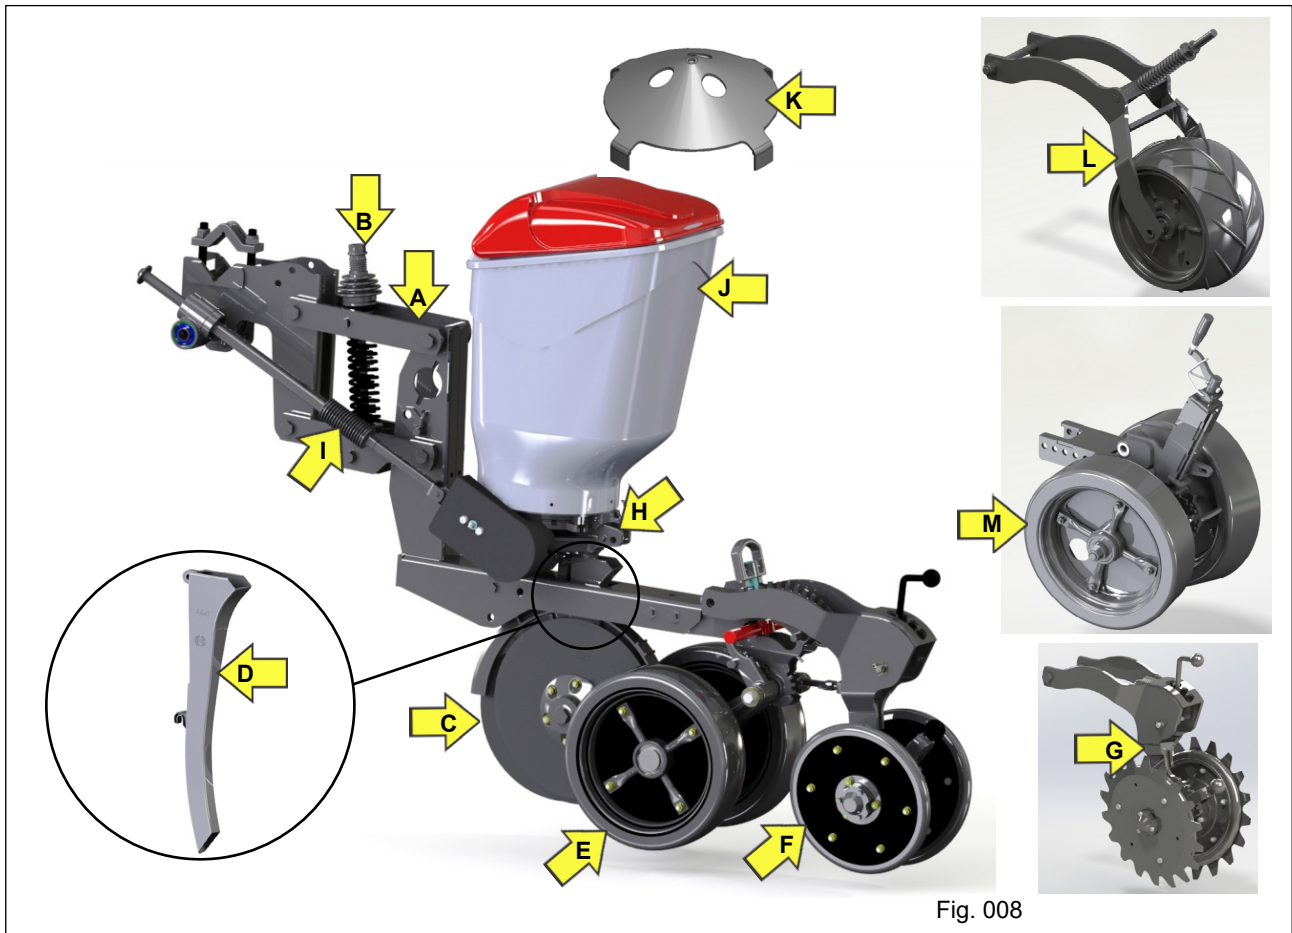

Fig. 008
Possui menor comprimento (Fig. 008), mais suavidade e estabilidade mesmo em terrenos irregulares. Montadas no tubo traseiro do chassi, ficam posicionadas desencontradas umas das outras. Possui:
- **Braços pantográficos:** Permitem que o disco duplo e bandas controladoras de profundidade trabalhem acompanhando a topografia do solo ("A" Fig. 008);
- **Haste reguladora de pressão:** Haste com mola e munhão para regulagem da pressão das unidades sobre o solo ("B" Fig. 008);
- **Discos duplos desencontrados:** Suporte de ferro fundido para fixação dos discos duplos e condutores de sementes. Disco plano liso de 14", montados desencontrados. Mancais blindados com maior vida útil ("C" Fig. 008);
- **Conductor de Semente:** material termoplástico, possui interior liso e antiaderente, que facilita a distribuição de sementes ("D" Fig. 008);
- **Controlador de Profundidade:** Sistema regulador de profundidade com 100 mm de curso, com regulagens de 10 em 10 mm e regulador para aproximar ou distanciar as bandas compactadoras do disco duplo ("E" Fig. 008);
- **Banda Compactadora:** Efetua a cobertura lateral do sulco e elimina bolsas de ar no sulco de plantio ("F" Fig. 008). Possui opcional com roda dentada "G" (Fig. 008);
- **Distribuidor de Sementes:** Sistema distribuidor de sementes mecânico horizontal, Magnum (padrão) ou Titanium (opcional) ("H" Fig. 008);
- **Cardan Telescópico:** Efetua o acionamento do sistema distribuidor de sementes. Composto com coifa de proteção contra impurezas no trabalho ("I" Fig. 008);
- **Depósito de Semente:** Depósitos individuais de semente, um para cada linha, com capacidade de 55 litros. Material termoplástico com alta durabilidade e resistência a altas temperaturas (“J” Fig. 008). Possui em seu interior defletor de sementes tipo “chapéu chinês” “K” para evitar a pressão do peso das sementes sobre os discos de sementes.